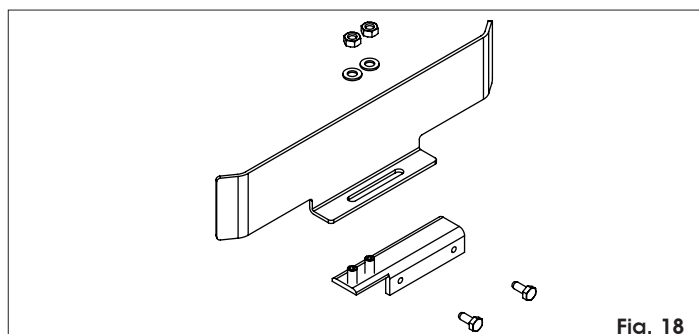

Fig. 18
- 1) Monter et fixer les 2 plaquettes profilées sur les 2 supports en U avec les écrous et les rondelle fournis, d'après la Fig. 18